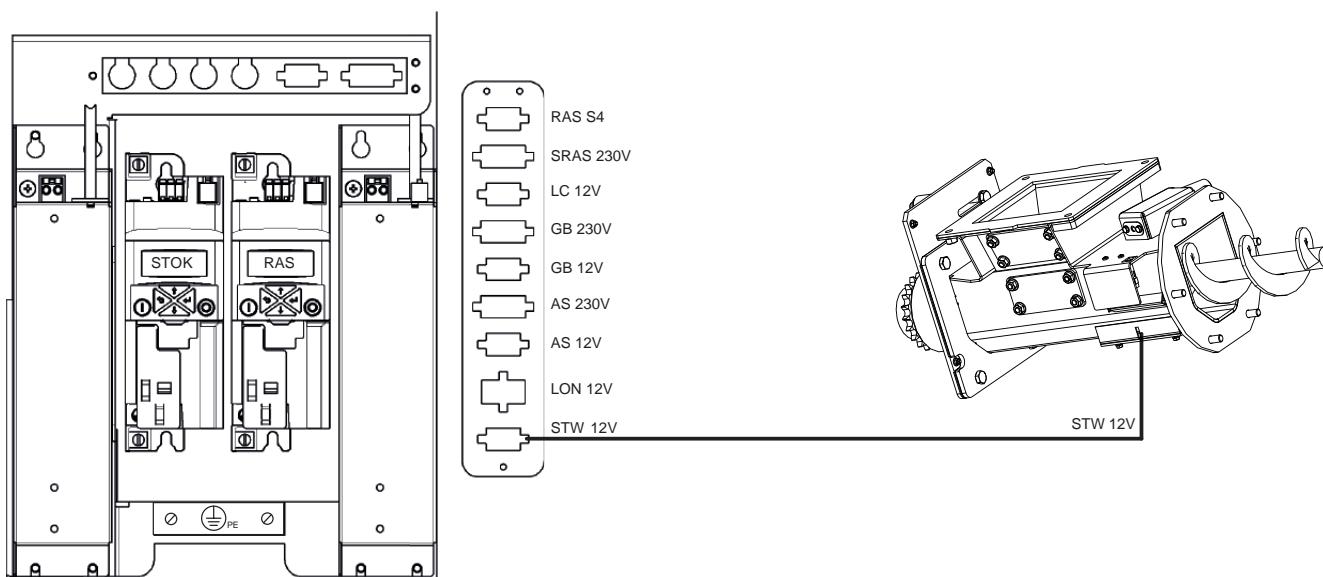

Fig. 111 Inserire il limitatore della temperatura di sicurezza STW 12V dalla coclea di dosaggio
► Inserire il limitatore della temperatura di sicurezza (STW 12V) – Fig. 111.